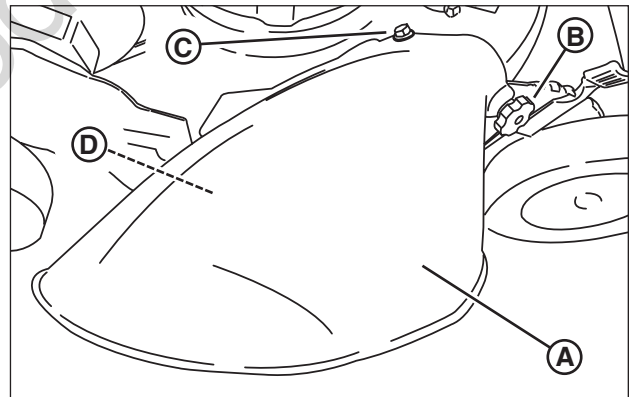

Figure 9: Installation de la goulotte de déflecteur
2. Posez le déflecteur (**A, Figure 9**) sur le plateau à la place du couvercle de déchiquetage en vous assurant que :